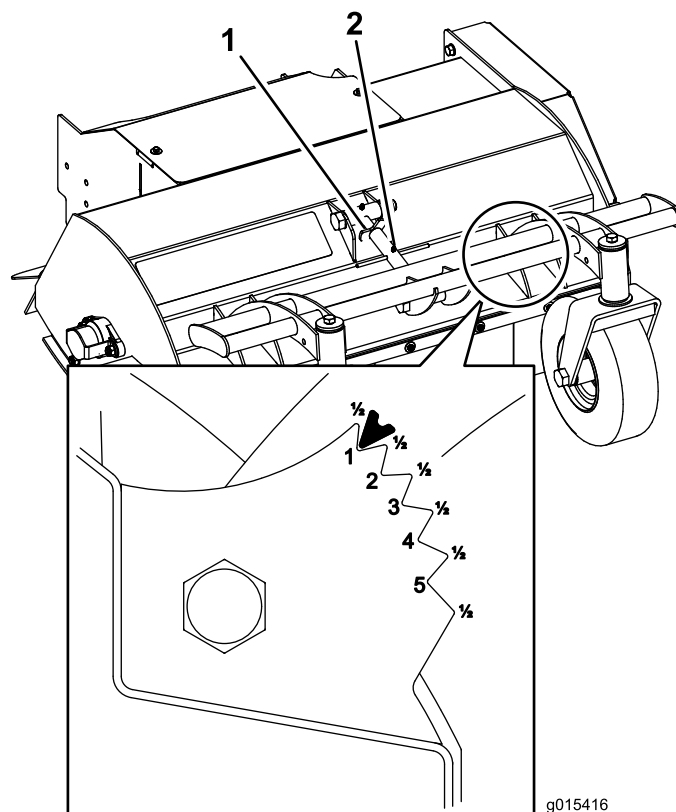

Figura 2
2. Posizionatevi davanti alla parte anteriore del tosaerba e rilasciate il blocco del tenditore (Figura 2).
3. Ruotate il tenditore in senso orario per abbassare l'altezza di taglio e in senso antiorario per aumentarla fino a raggiungere l'impostazione prevista sull'indicatore dell'altezza di taglio (Figura 2).